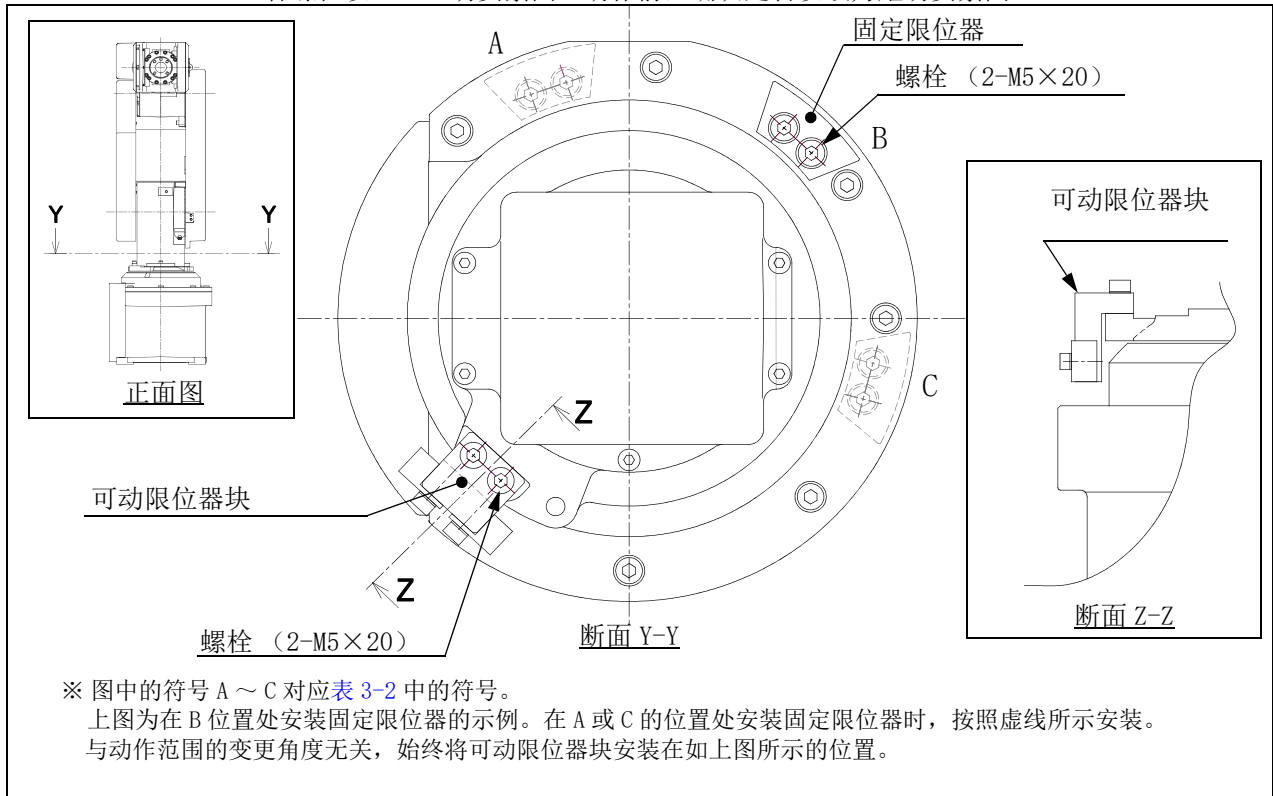

图 3-1：限位器安装方法
J1轴的可变更角度如表 3-2 中所示。请参考对应希望角度的固定限位器的安装位置及参数设定值。限位器安装位置的详细内容请参照图 3-1。
注 1) 表中的符号 A ~ C 对应图 3-1 中的符号。
- 2) 参照图 3-1，将固定限位器安装在对应变更角度的位置。用附带的 2 个螺栓牢固固定。（紧固力矩：9.5Nm）
- 3) 将可动限位器块安装在图 3-1 所示的位置。与固定限位器相同，用附带的 2 个螺栓牢固固定。（紧固力矩：9.5Nm）
(4) 参数的设定